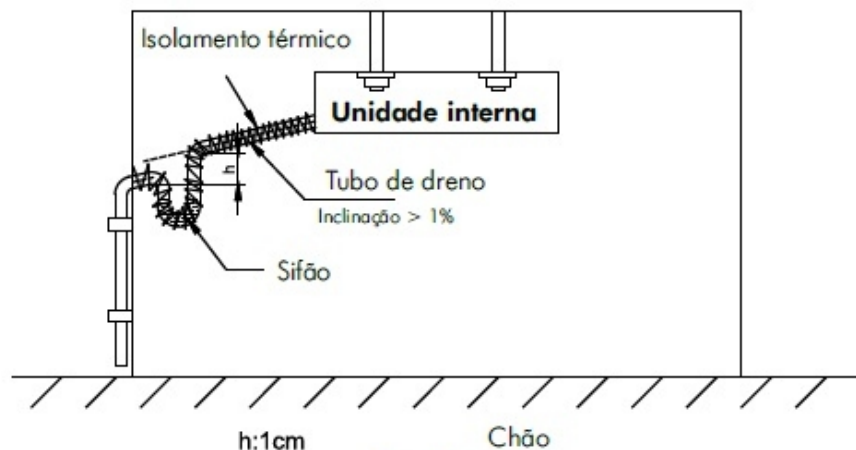

Fig. 12
- * Depois que o tubo de dreno for instalado, um teste de vazamento deve ser feito. Assegure-se de que não haja vazamento e que o dreno esteja regular. (Consulte a Fig. 12).